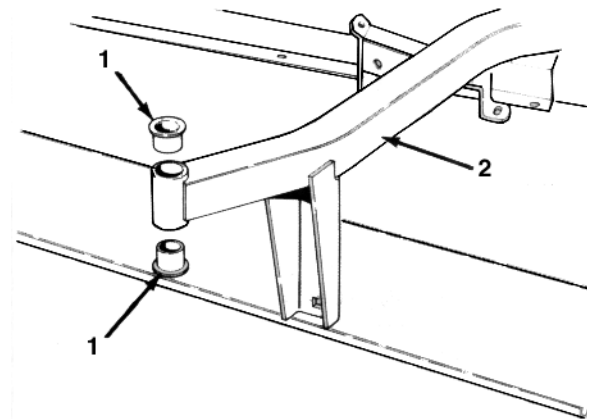

Fig. 12
4. Montare una cinghia sulla guida inferiore della puleggia del fusello sinistro, inserirla sotto la piastra di montaggio del tenditore, e montarla attorno alla puleggia del fusello centrale. Tendere la cinghia facendo leva sulla puleggia folle contro la cinghia, e stringere il dado a colletto della puleggia folle (Fig. 12).